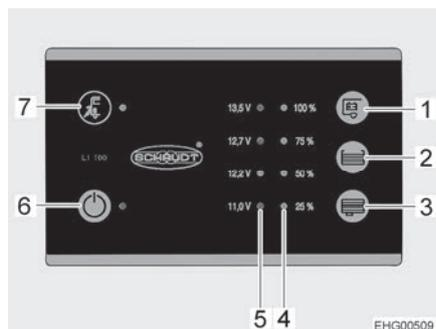

Fig. 79 Panel (LT 100)
El LED amarillo en el símbolo de conexión a la red "⚡" (Fig. 79,7) estará iluminado mientras que el vehículo esté conectado a una alimentación de red externa. Entonces, el LED también estará iluminado al estar el panel desconectado.
El interruptor principal de 12 V (Fig. 79,6) conecta y desconecta el panel y la alimentación de 12 V del habitáculo.
- Pulsar el interruptor "⏻" (Fig. 79,6): La alimentación de 12 V del habitáculo está conectada. El LED está iluminado de color verde.
- Volver a pulsar el interruptor "⏻" (Fig. 79,6): La alimentación de 12 V del habitáculo está desconectada. El LED se apaga.
La serie de LED (Fig. 79,5) indicará la tensión de batería de la batería del habitáculo del modo siguiente:
- Pulsar la tecla "☰" (Fig. 79,1): Indica la tensión de la batería del habitáculo.
La serie de LED (Fig. 79,4) indicará el nivel de llenado del depósito de agua potable o del depósito de aguas residuales.
Pulsar la tecla "☰" (Fig. 79,2): Los LED iluminados indicarán el nivel de llenado del depósito de agua potable.
Pulsar la tecla "☷" (Fig. 79,3): Los LED iluminados indicarán el nivel de llenado del depósito de aguas residuales.